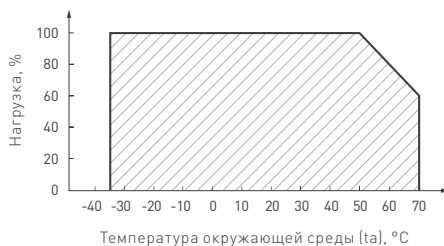

Рис. 2. Максимальная допустимая нагрузка, % от мощности источника.
- температура окружающего воздуха от -35 до +50 °С (см. Рис. 2, график зависимости максимально допустимой нагрузки от температуры окружающей среды);
- 4.4. Не нагружайте источник питания более 80% от его максимальной мощности. Учитывайте, что с повышением температуры окружающей среды, максимальная мощность источника питания снижается, см. график зависимости максимально допустимой нагрузки от температуры окружающей среды на Рис. 2.